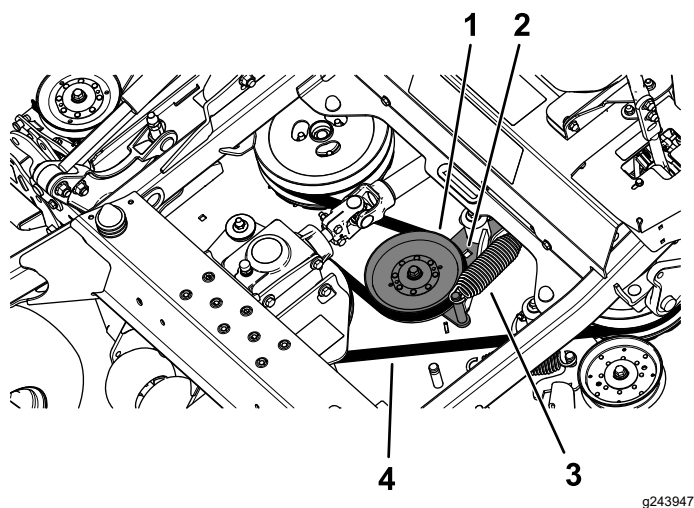

Figure 63
5. Insérez un rochet dans le trou carré du bras de la poulie de tension pour détendre le ressort de la poulie de tension (Figure 63).
6. Enlevez la courroie des poulies du tablier de coupe (Figure 63).